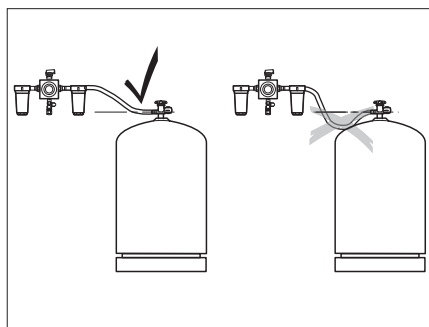

Fig. 84 Instalación de las mangueras de alta presión
- ▷ Cuando se instalan las mangueras de alta presión, asegurarse de que las mangueras suben constantemente (Fig. 84).